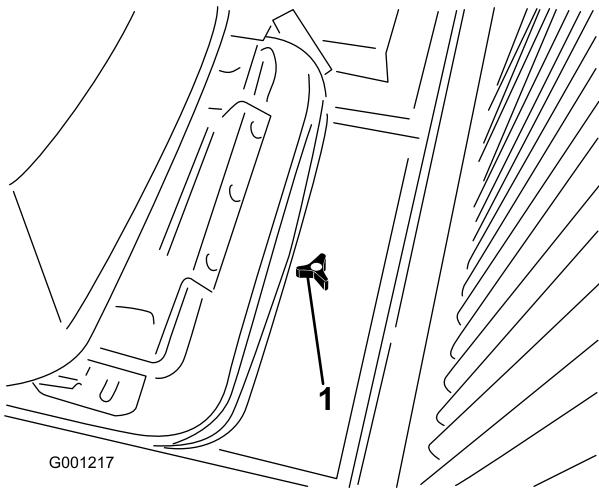

Figura 32
- Desaperte o manípulo e retire a tampa de acesso, na parte posterior da placa de montagem do banco (Figura 32).